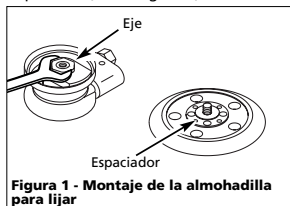

Figura 1 - Montaje de la almohadilla para lijar
2. Coloque la llave de boca provista en el eje hexagonal y sosténgala en esa posición (ver la Figura 1).
3. Asegúrese de que el espaciador esté en su lugar sobre el vástago roscado de la almohadilla para lijar (ver la Figura 1); luego ajuste a mano la base en el eje girándola en el sentido horario. Retire la llave de boca.